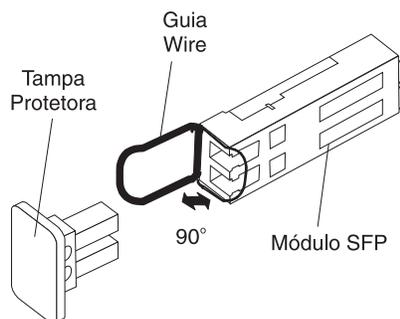

Figura 3-10. Destravando a Trava do Módulo SFP - Variedade Metálica
- Para módulos SFP que contêm guias metálicas, destrave a trava do módulo SFP puxando a trava metálica 90° para fora, conforme mostrado na Figura 3-10.